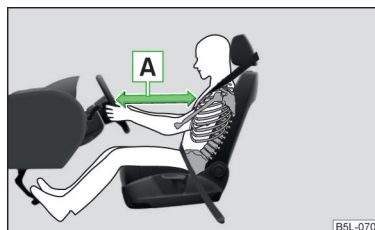

Fig. 9 Distanță sigură față de volan
- Atât pentru șofer cât și pentru pasagerul față este important să păstreze o distanță de aproximativ 25 cm față de volan, respectiv de planșa de bord **A** » **fig. 9**. Dacă nu se respectă această distanță, sistemul airbag nu își poate exercita eficiența maximă – Pericol! Pe lângă acestea, scaunele din față și tetierele trebuie să fie întotdeauna reglate în funcție de mărimea corpului.